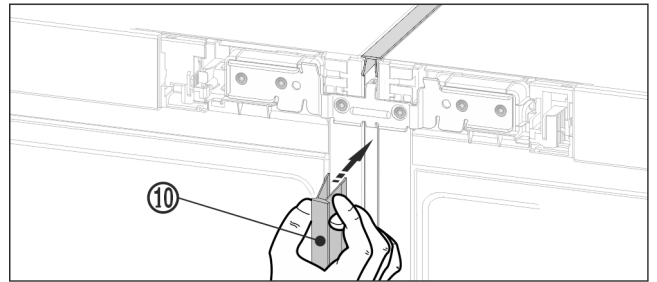

Fig. 21
- ▶ Спереду затисніть довгий нащільник Fig. 21 (10) у вертикальну щілину. Стежте за тим, щоб нащільник прилягав до з'єднувального листа.